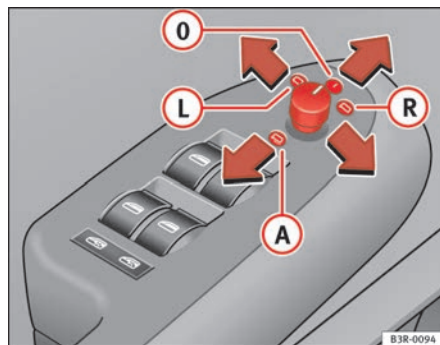

Fig. 105 Pormenor do apoio de braços: Comando giratório
- Rode o comando para a posição ⇒ fig. 105 **L** (retrovisor exterior do condutor) ou para a posição **R** (retrovisor exterior do passageiro).
Ao engrenar a marcha-atrás, inclina-se ligeiramente para baixo a superfície do espelho, sempre que se tenha trocado para esse retrovisor (comando giratório na posição **R** ⇒ fig. 105). Isto permite ver o passeio ao estacionar o veículo.